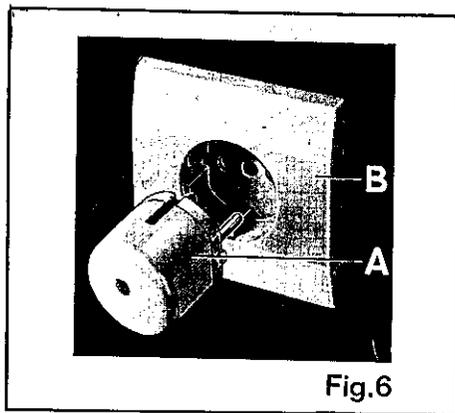

Fig. 6
- se la presa di corrente " B " (fig. 6) porta il contatto di terra ed è del tipo adatto alla spina (fig. 6) di cui è dotata la macchina, basterà inserire la spina stessa nella presa per assicurare il collegamento generale di messa a terra;